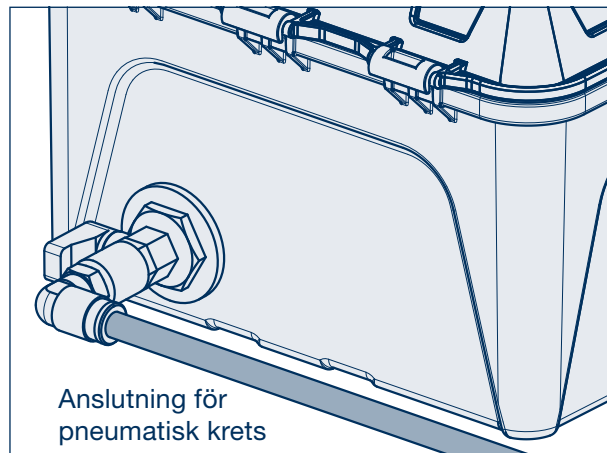

Bild 31
- [1] För axlar med luftfjädring, anslut matarledningen (Ø 8 x 1 mm PA-slang) till AirSave Control Box (bild 31) direkt vid lufttanken för släpvnagsaxlarnas luftfjädring.